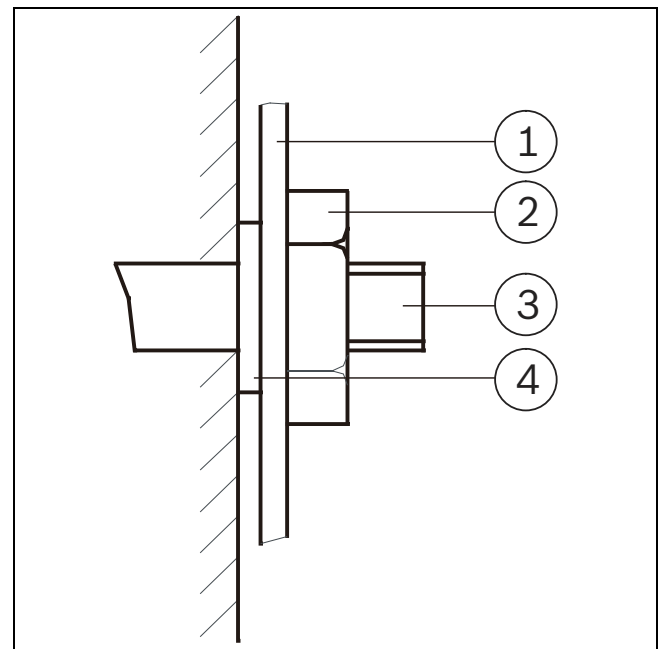

Fig. 5
- ▶ Según la Fig 5, determine la ubicación de los tornillos. Perfore cuatro agujeros de (Ø) 8mm de diametro, luego inserte los tornillos de expansión de Ø 6mm en los agujeros.